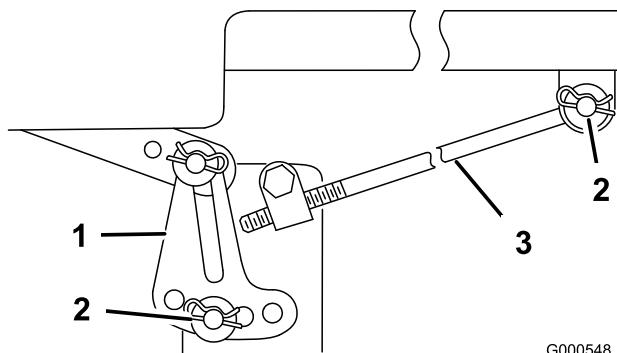

Bild 49
Hinweis: Merken Sie sich vor dem Entfernen des Mähwerks, welche Löcher in den Nivellierhalterungen verwendet werden (Bild 49).
5. Entfernen Sie den Splint und die Scheibe von der Einstellstange (Bild 49) an jeder Seite des Mähwerks.
6. Entfernen Sie den Splint und die Scheibe von den Mähwerk-Nivellierhalterungen (Bild 49). Merken Sie sich das Loch, in dem die Nivellierhalterung befestigt ist, für den Wiederzusammenbau. Schieben Sie die Bügel vom Montagestift herunter.
- Befestigen Sie die Einstellstange an jeder Seite des Mähwerks mit der Scheibe und dem Splint an der Maschine (Bild 49).
- Schieben Sie die Nivellierhalterungen auf die Befestigungsstifte und befestigen Sie die Halterungen mit den Scheiben und Splints ab (Bild 49).